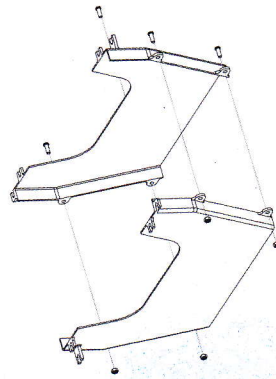

Рисунок 4
2. Соберите защитный кожух пильного диска (рисунок 4).